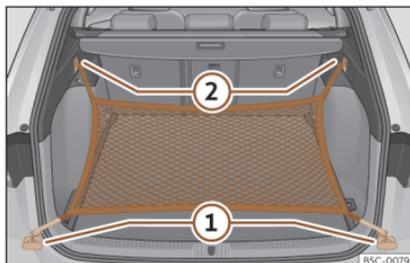

Fig. 127 En el maletero: argollas ① y ganchos ② para enganchar la bolsa de red.
- Fije los ganchos cortos de la red en las argollas de amarre»» fig. 127 ① »» ⚠. La cremallera de la bolsa tiene que quedar hacia arriba.
- Fije las cintas en los ganchos para colgar bolsas ②.